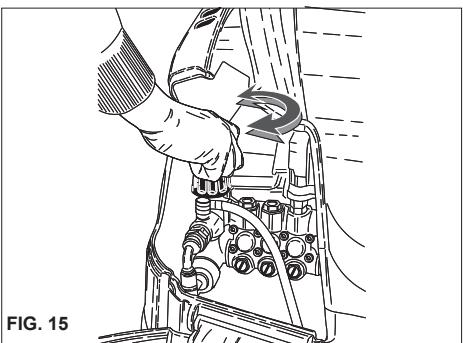

FIG. 15
Det här kapitlet innehåller bara de modeller som är försedda med tryckregulator. Med tryckregulatorn fig. 15, kan operatören ställa in arbetstrycket. Driftpress minskar då ratten C vrider motsols mot (B) (minimum).